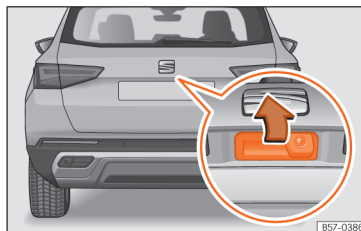

Abb. 59 Heckklappe: Öffnen von außen
- **Öffnen:** Drücken Sie leicht den Haltegriff. Sie öffnet sich selbsttätig **»» (Abb. 59)**.